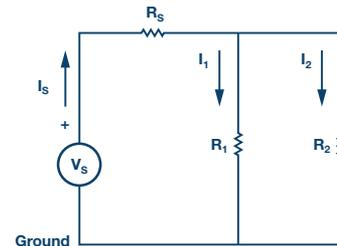

图3. 分流
对于图3所示电路，分流公式为：
- ▶ a) 按照图 3 所示构建电路。设置 $R_1 = 470 \Omega$, $R_2 = 1 \text{ k}\Omega$, $R_S = 470 \Omega$ 。